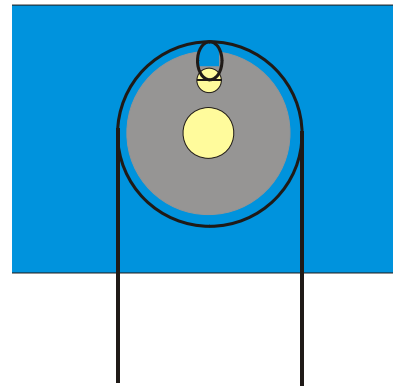

Fig. 8 Représentation schématique du guidage du fil autour de la poulie au niveau du capteur de déplacement (U11371)
- Desserrez la vis sur la poulie du capteur de déplacement. Faites passer le fil une fois autour de la poulie, faites-le sortir de l'évidement et faites passer une boucle autour de la vis. Fixez le fil avec la vis (cf. Fig. 8).